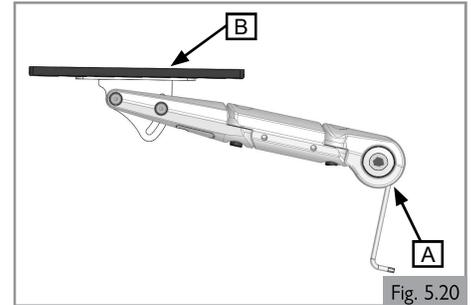
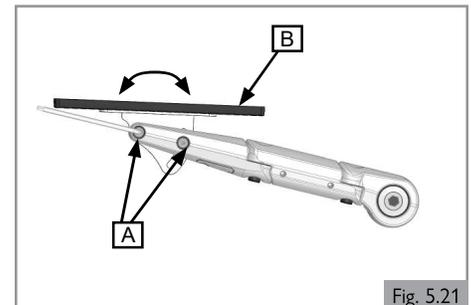

Fig. 5.20
Fig. 5.21
##### Partie 1 (Fig. 5.20)
##### Partie 2 (Fig. 5.21)
2. Desserrez (A) pour pouvoir régler (B).
3. Resserrez les vis (A-Fig. 5.20 et A-Fig. 5.21). Les couples de serrage sont indiqués à la section 9.